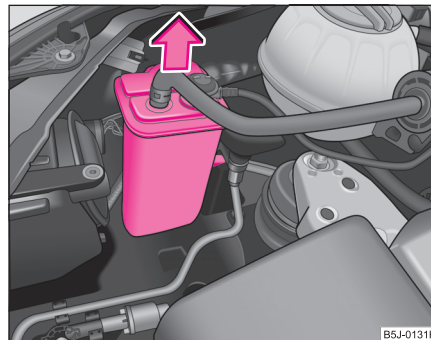

Fig. 184 Retirar el depósito de carbón activado
- En vehículos con motores de gasolina debe retirar antes de realizar el cambio de bombillas del faro delantero derecho el depósito de carbón activado ⇒ página 268, fig. 184.